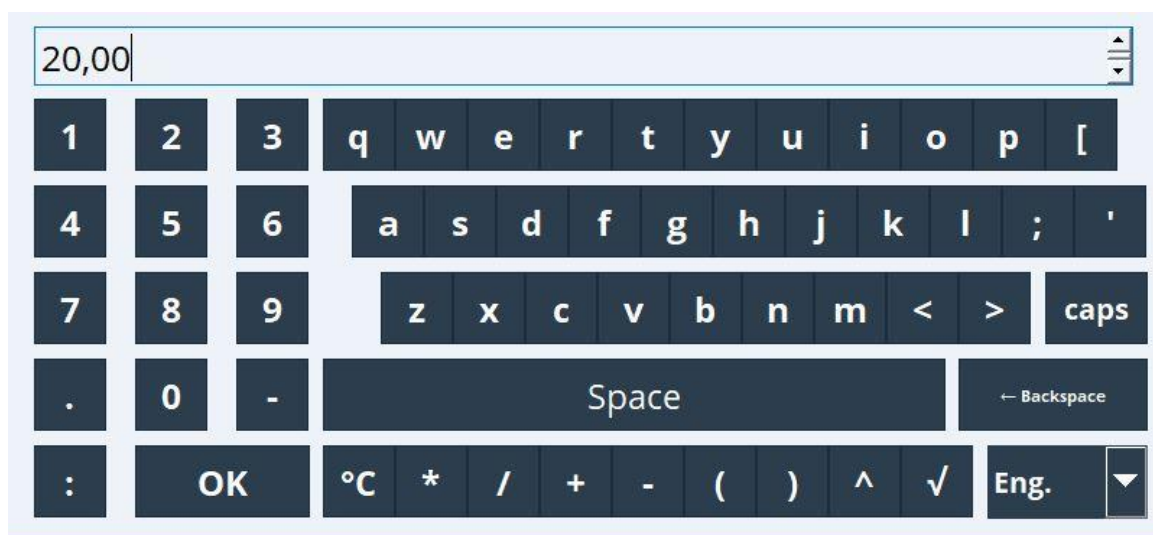

Рисунок 1.3 – Виртуальная клавиатура «Мультиграф»
1.4.1.2 Для ввода текста и цифр имеется виртуальная клавиатура (рисунок 1.3). Она открывается автоматически при необходимости.